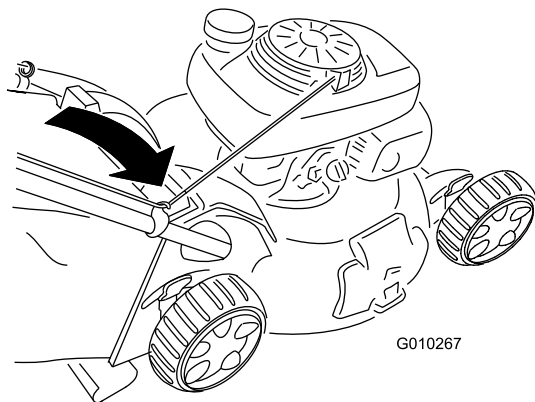

Figura 30
2. Pase la cuerda del arrancador alrededor de la guía de cuerda inferior (Figura 30).